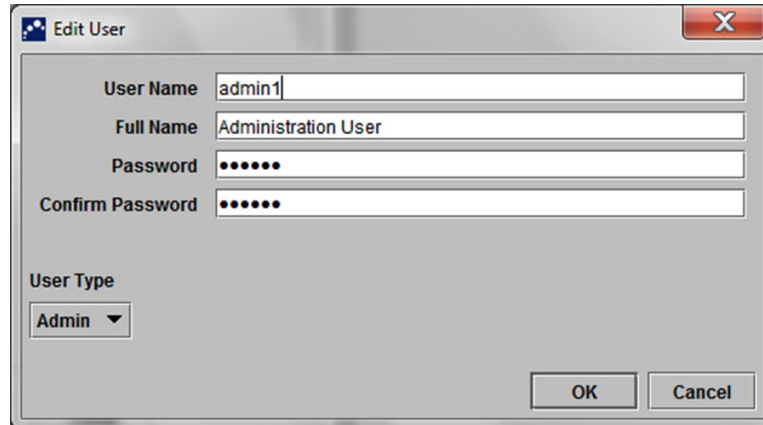

Figura 2-73. Caseta de dialog Editare utilizator
- Faceți clic pe **Editare (Edit)**. Apare caseta de dialog Editare utilizator (Edit User). Consultați Figura 2-73.